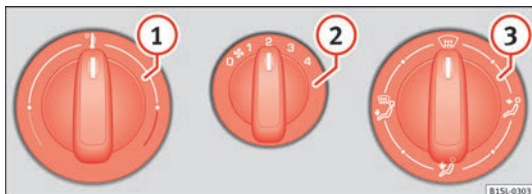
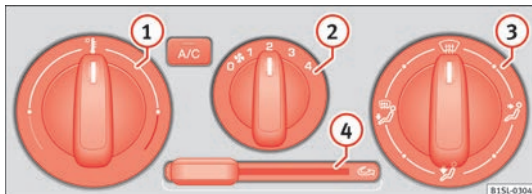

Fig. 76 Sulla console centrale: Manopola dell'impianto di riscaldamento e ventilazione
Fig. 77 Sulla console centrale: Comandi dell'aria condizionata
Tasto, regolazione	Informazioni supplementari. Impianto di riscaldamento e ventilazione » fig. 76 e aria condizionata » fig. 77.
- Regolare la ventola » **fig. 76 ②** al livello 1 o 2.
- Posizionare il regolatore della temperatura » **fig. 76 ①** in posizione centrale.
- Girare il regolatore di distribuzione dell'aria » **fig. 76 ③** nella posizione di sbrinamento.
» **fig. 77 A** verso destra fino al finecorsa.
» **fig. 77 A** verso sinistra fino al finecorsa.